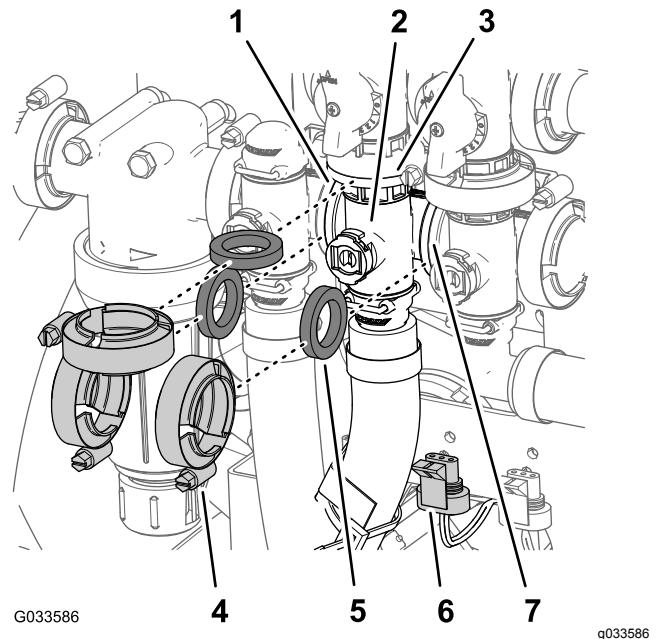

Figura 100
- Rimuovete i 3 morsetti flangiati e le 3 guarnizioni che fissano il collettore della valvola dell'agitatore (Figura 100) alla valvola di bypass dell'agitatore, alla valvola di controllo del volume e alla valvola principale delle barre.